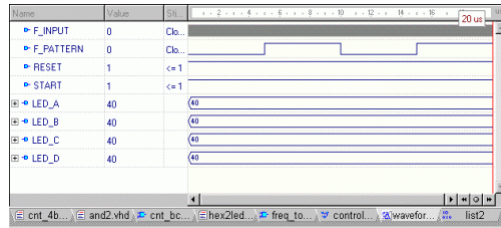

Рисунок 2.10 – Моделювання. Частотомір відключений
2.2.2.2 Клацнувши кнопку  **Run for** (їй відповідає "гаряча" клавіша <F5>), виконайте моделювання при заданих настройках вхідних сигналів протягом перших 10 мікросекунд. Результати моделювання будуть відображені у вікні **Waveform Editor** (рис.2.10). Якщо сигнал **reset** = '1', частотомір не повинен працювати.